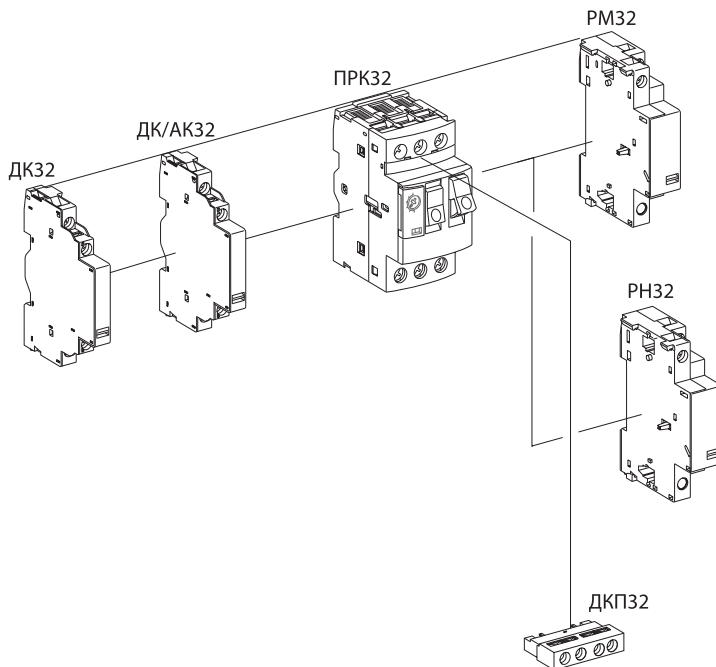

Рисунок 13. Установка дополнительных устройств пускателя ПРК32
13.2. На пускатель ПРК32 возможно установить один дополнительный боковой контакт типа ДК32, один дополнительный поперечный контакт типа ДКП32 и один аварийный контакт боковой типа ДК/АК32 (см. рисунок 13).